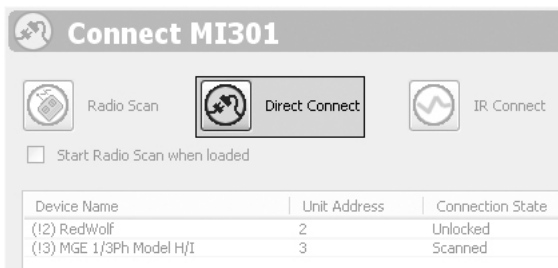

Рис. 33 Direct Connect
8. Нажмите [Direct Connect] (прямое подключение). См. рис. 33. Устанавливается соединение MI 301 с продуктами, с которыми возможен обмен данными. Это займет от 10 до 20 секунд.